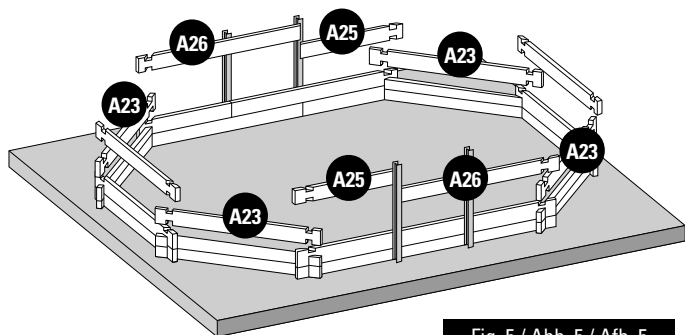

Fig. 5 / Abb. 5 / Afb. 5
- EN 3rd LAYER OF BOARDS:** Install the third layer of boards as shown in figure 5. The position of the refilling fitting with the key and the skimmer should be defined at the start of the assembly (read the specific paragraphs).
- FR 3^{ÈME} RANGÉE MADRIERS :** Positionnez les madriers de la 6^{ème} rangée conformément à la figure 5. Vous devez avoir déterminé l'emplacement de la buse de refoulement et du skimmer dès le début du montage (voir paragraphes spécifiques).
- DE 3. BRETTERREIH:** Platzieren Sie die Bretter der dritten Reihe laut Abb. 5. Zu Beginn der Montage müssen Sie die Lage des Druckventils und des Skimmers festlegen (lesen Sie hierzu die entsprechenden Abschnitte).
- NL 3ª RIJ PLANKEN:** Plaats de planken van de derde rij zoals te zien is op afbeelding 5. U moet al bij aanvang van de montage bepalen op welke plaats het uitstroommondstuk en de skimmer moet komen (less de betreffende paragrafen).